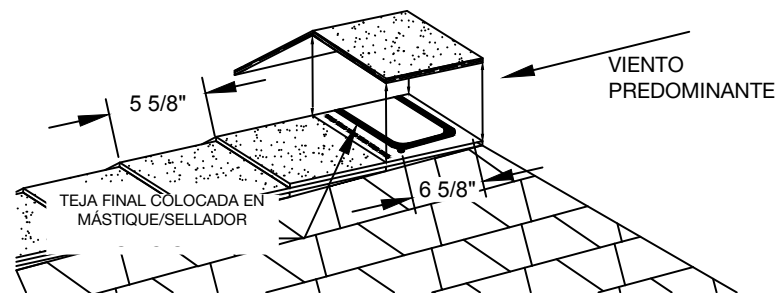

Figura 22 - Instalación de las tejas RidgeFlex™; tapa extrema colocada en mástique
En caso de que existan condiciones desfavorables (como vientos de alta velocidad), la tapa extrema también puede clavarse con clavos expuestos. Coloque dos (2) clavos de cada lado, a 1" (25 mm) hacia atrás de cada extremo y a 1" (25 mm) hacia arriba desde los lados. Cubra las cabezas de los clavos con un toque de sellador (*vea la Figura 22*).